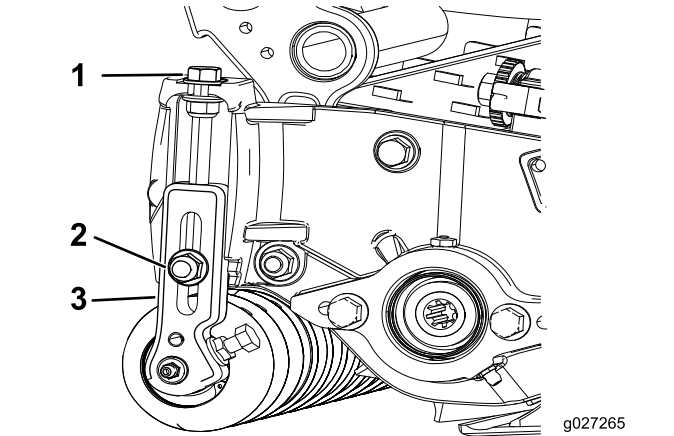

图15
- 1. 松开将剪草高度支架固定到滚刀组侧板上的锁紧螺母（图15）。